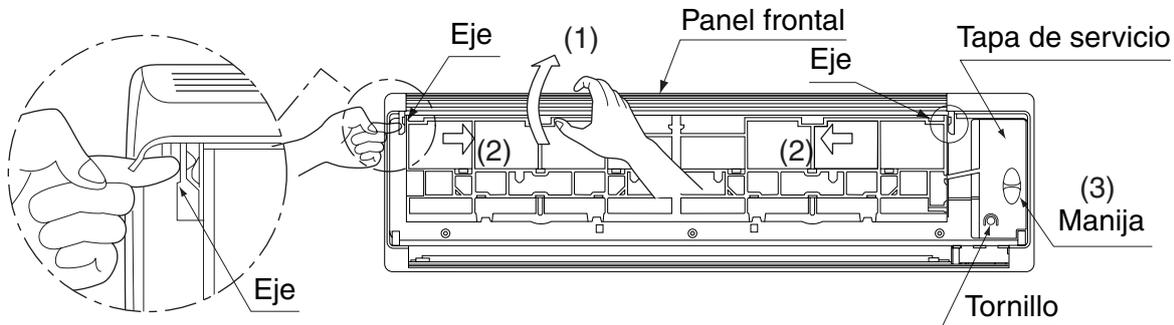

Fig. 5
(4) Retire el panel frontal y la tapa de servicio. (Refiérase a la Fig. 5)